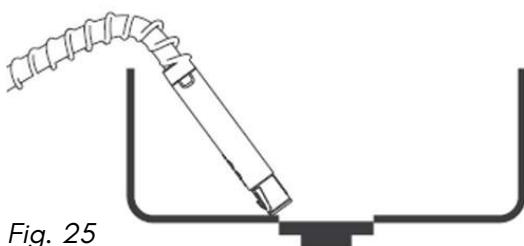

Fig. 25
2. Plaats het handvat van de borstel op een plaats waar het water gemakkelijk kan worden afgevoerd (gootsteen) en zet vervolgens het handvat van de borstel goed op zijn plaats (zie Fig.25).